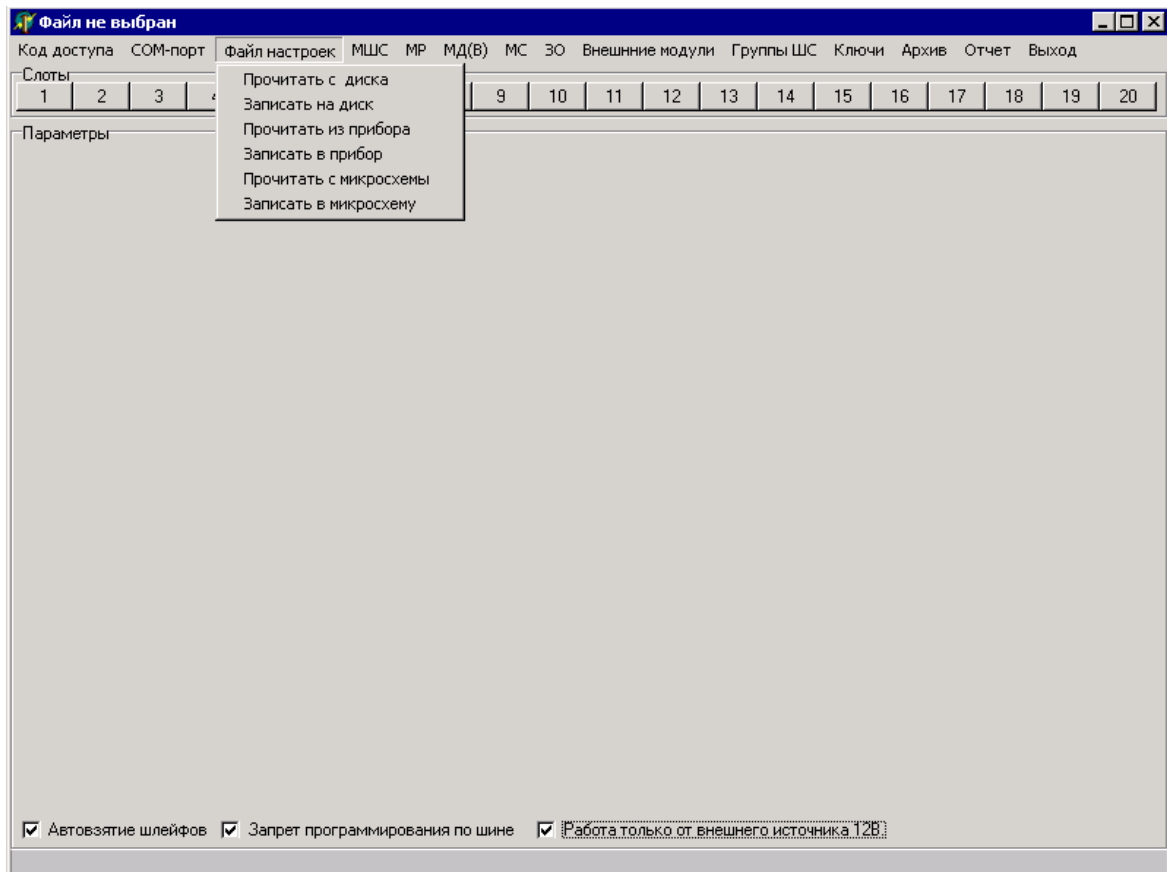

Рисунок 4
2.1.2.4 Программа предназначена для работы в двух режимах (рисунок 4):
2.1.2.5 Для автоматического восстановления охраны шлейфов сигнализации (далее по тексту – ШС) прибора после его перезапуска необходимо в нижней части основного окна программы установить флаг «Автозятие шлейфов» (рисунок 4).
Если питание прибора осуществляется от внешнего источника постоянного тока, необходимо в нижней части основного окна программы установить флаг «Работа только от внешнего источника 12В» (рисунок 4).